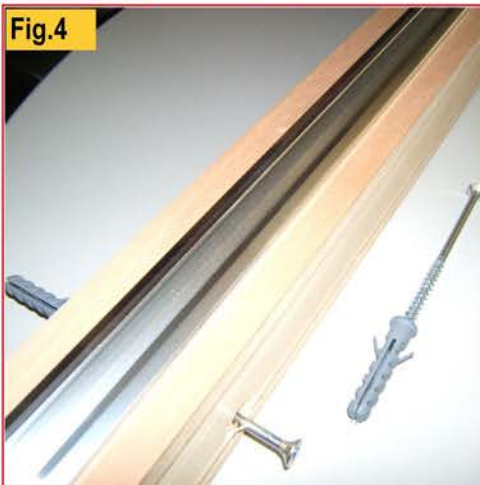

Fig.4
- Fissare il travetto alla parete mediante le viti con tassello 6x120 mm (Fig.4), mantenendo il filo superiore ad una distanza dal pavimento pari a  $H+94$  mm (Fig.2).
- Fixer le soliveau à la paroi par les vis avec tasseau 6x120 mm (Fig. 4), en maintenant le fil supérieur à une distance du sol pair à  $H + 94$  mms. (Fig. 2).
- Fijar la vigueta en la pared por los tornillos con calzo 6x120 mms. (Fig. 4), manteniendo el hilo superior a una distancia del suelo uniforme a  $H + 94$  mms. (Fig. 2).